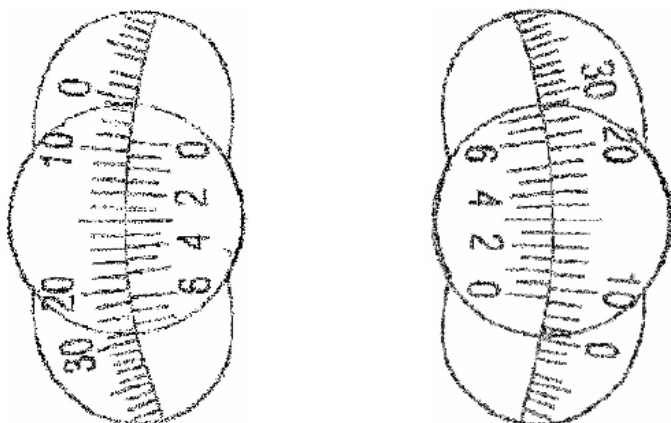

Fig.2
Normalerweise sind der Polarisator und der Analysator derart positioniert, dass ihre Polarisierungsebenen parallel oder senkrecht zueinander ausgerichtet sind. Bei Abwesenheit von Proben im Polarimeter-Rohr muss das dreifache optische Feld bei paralleler Positionierung gleichmäßig hell (Abb. 2c), und bei senkrechter Positionierung gleichmäßig dunkel sein. Für die Einstellung des Systems ist es ausreichend, den Drehknopf (8) für die Einstellung der Skala (7) und den Polarisationsanalysator (5) zu drehen, bis alle drei Felder dieselbe Leuchtintensität wie in Abb. 2 dargestellt erreichen.
Den Drehknopf für die Einstellung der Skala drehen bis die Lichtintensität des optischen Feldes (Dunkelfeld) einheitlich angepasst ist. An dieser Stelle wurde der Analysator um einen Winkel gedreht, der dem Winkel entspricht, mit dem die Flüssigkeitsprobe die Polarisierungsebene des polarisierten Lichts gedreht hat. Der Winkel dieser Drehung kann mithilfe der vorne an der Feineinstellung montierten Vergrößerungslinsen gelesen werden (siehe Fig.2).